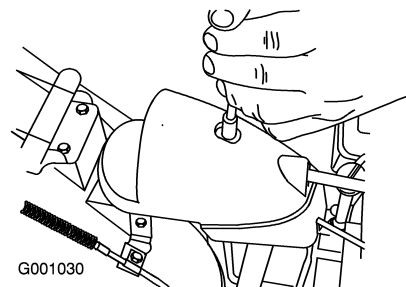

Figure 47
1. Retirez la fixation du couvercle du secteur denté (Figure 47), soulevez l'avant du couvercle et faites-le coulisser en arrière de façon à l'écarter.